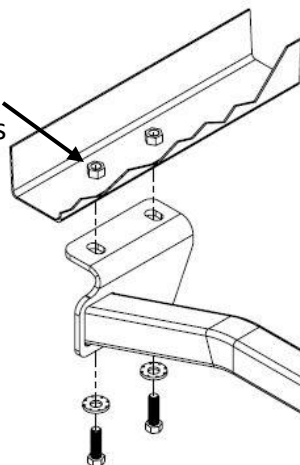

Figure 2
1. Utiliser une douille de 17 mm pour retirer les boulons (2) du support d'attache du côté passager; voir la figure 2. Remettre le support d'attache au propriétaire du véhicule.
3. Utiliser une douille de 17 mm pour retirer les boulons (2) du support d'attache du côté passager; voir la figure 2. Remettre le support d'attache au propriétaire du véhicule.
5. Soulever l'attelage en position par-dessus les écrous soudés existants et installer un boulon M12 (4) et une rondelle conique (5) (côté dentelé contre l'attelage) dans les écrous soudés.